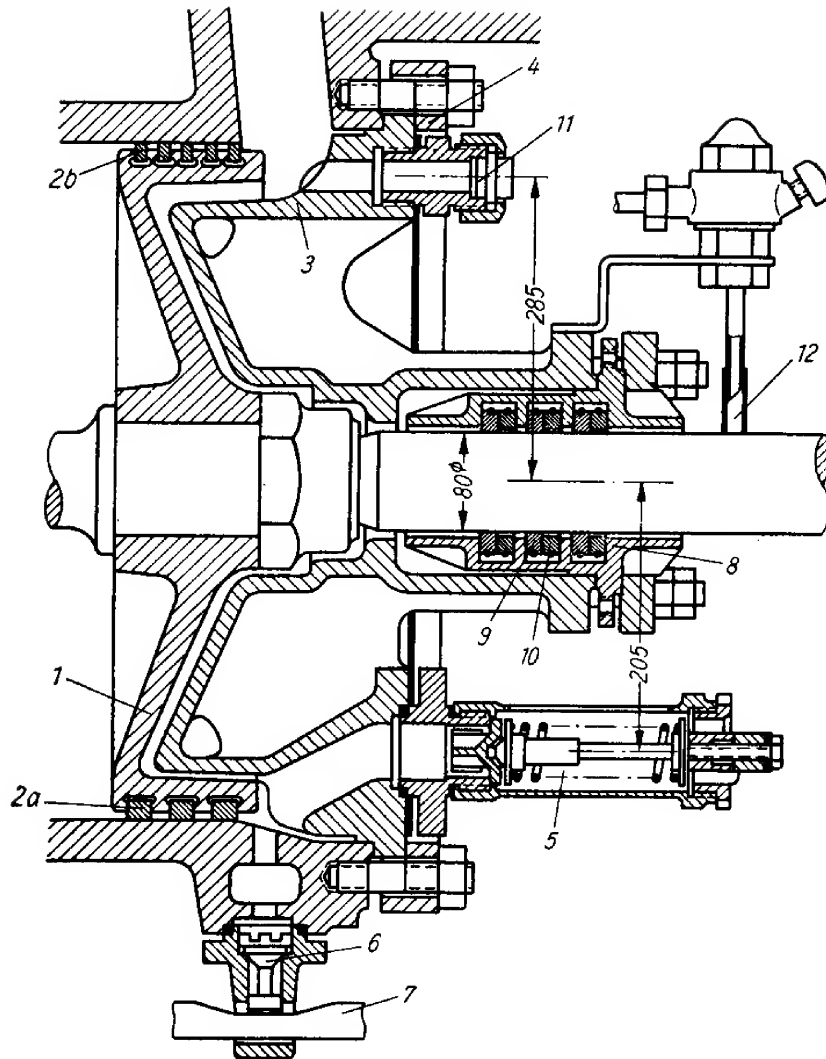

Bild 63. Kolben und Zylinderdeckel mit Zylinder-Sicherheitsventil
- Stoßfugen zu groß** Der Kolben trägt zur Abdichtung der beiden Arbeitsräume 3 bis 5 Kolbenringe, die in den Kolbenringnuten liegen und so viel Spannung besitzen müssen, daß sie gegen die Zylinderwandung federn und sich dort anlegen (Bild 63). Wenn die Ringe zu stark abgeschliffen sind, werden die Stoßfugen zu groß, und der dampfdichte Abschluß ist nicht mehr gewährleistet. Außerdem kann der Dampf jetzt zwischen Kolbenring und Kolbenkörper durchströmen.